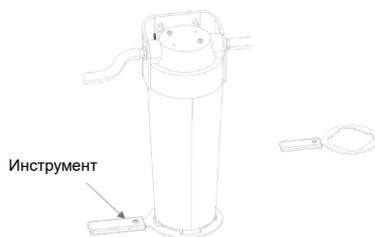

РИС.25
3. Снимите фильтры с помощью инструмента, расположенного над системой фильтров, как показано на РИС. 25.